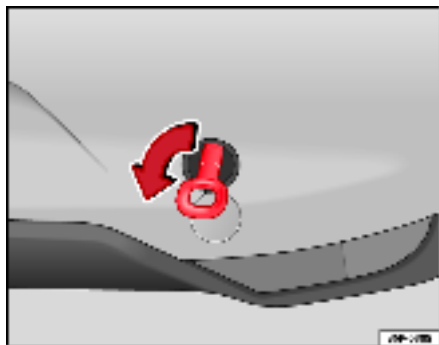

Fig. 208 Vissage de l'oeillet de remorquage arrière
- Visser l'oeillet jusqu'à la limite vers la *gauche*, dans le sens indiqué par la flèche ⇒ fig. 208.